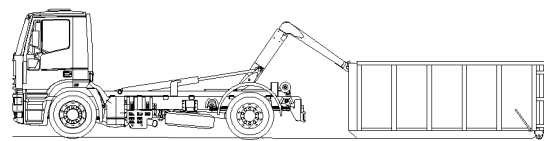

Bild Nr. 19
7.	Container aufsetzen. Den Hakenarm in der Höhe so anpassen, dass sich die untere Kante des Hakens (Bild Nr. 19) mit der oberen Kante des Container-Aufhängers ausgleicht. Dann kann der Container abgekoppelt werden.
8.	Container aufsetzen. Den Hakenarm in der Höhe so anpassen, dass sich die untere Kante des Hakens (Bild Nr. 19) mit der oberen Kante des Container-Aufhängers ausgleicht. Dann kann der Container abgekoppelt werden.